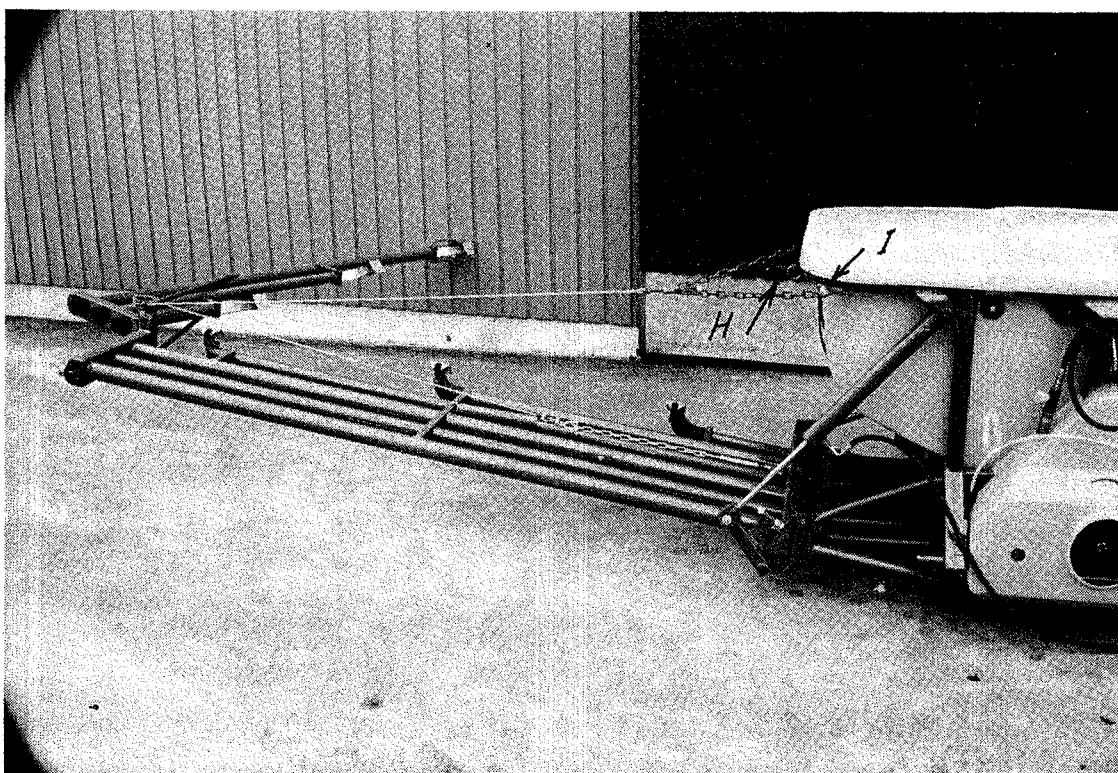

FIG 2.
2. Lyftcylindern monteras enligt bild 2. Det är lättare att först montera kolvstångsändan och därefter övre raminfästningen.
8. Bommarnas låsklaffar H bild 2 bytes ut mot längre, till vilka utlösningssnöret fästes. Med de nya låsklaffen är bommarnas transportläge en aning utåtvinklade för att underlätta nedfällningen.